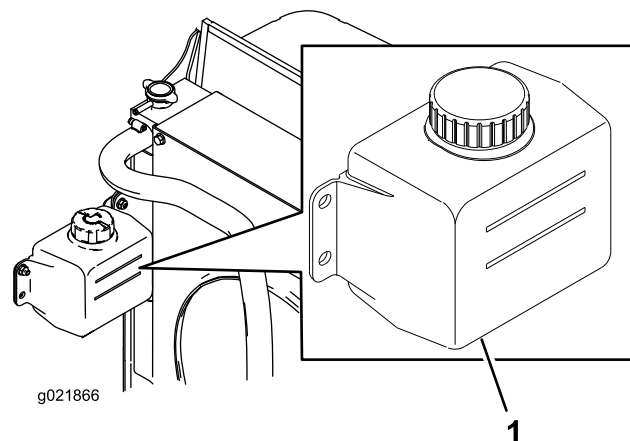

Рисунок 93
1. Проверьте уровень охлаждающей жидкости в расширительном бачке (Рисунок 93).